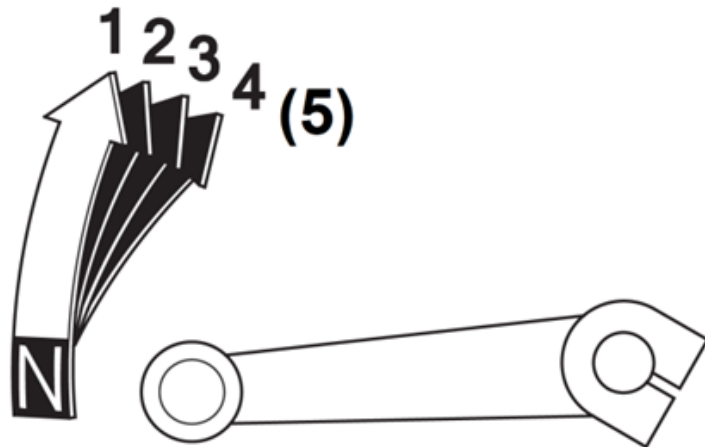

Рисунок 3.4
3. Включите нейтральную передачу в положение N (рис. 3.4).
1. Включите нейтральную передачу в положение N (рис. 3.4).
Питбайк имеет четыре или пять передач (рис.3.4), в зависимости от модели двигателя. Рычаг переключения передач 10 (фото 2.1) находится на левой стороне двигателя. Нейтральная передача включается вниз, остальные вверх. Пожалуйста, проверьте этикетку на двигателе для определения правильного порядка переключения передач.
3. Поднимите рычаг переключения передач вверх (рис. 3.4), в положение первой передачи.
5. Набрав скорость, закройте дроссельную заслонку ручкой акселератора 2 (фото 2.3), выжмите рычаг сцепления 4 и переместите рычаг переключения передач вверх (рис. 3.4), в положение второй передачи. Для полуавтоматических коробок передач, при смене передач выжимать сцепление не обязательно.
Для снижения скорости или остановки питбайка плавно нажимайте на рычаг 3 (фото 2.3) и педаль тормоза 10 (фото 2.1), одновременно снижая обороты двигателя ручкой акселератора 2 (фото 2.3) и последовательно переходя на пониженные передачи (рис. 3.4) для торможения двигателем.